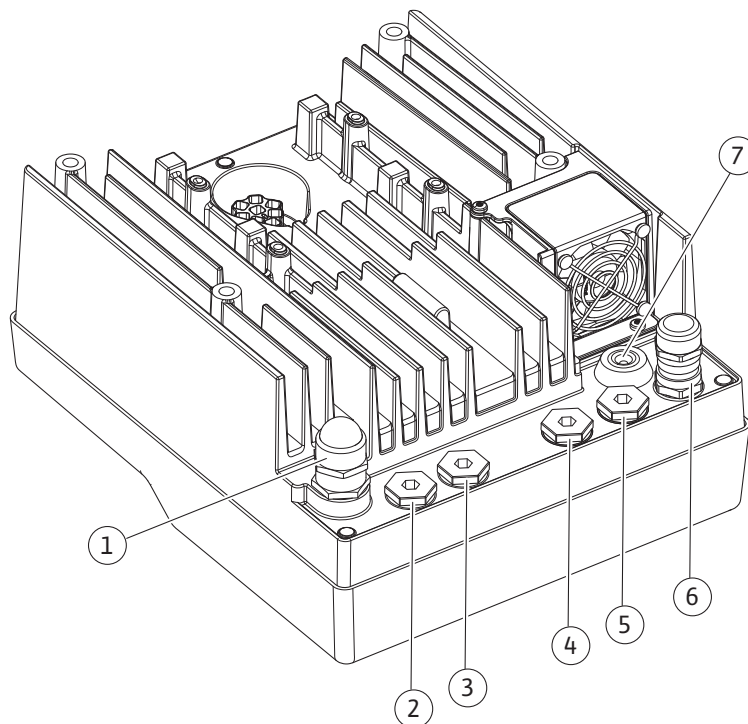

Fig. 10: Dławiki przewodu/Przyłącza kabli
- Moduł CIF w automatyce budynku (komunikacja za pomocą magistrali): Ekran podłącza się do przepustu kablowego na module elektronicznym (Fig. 10).
4. Kabel zasilający należy przeprowadzić przez dławik przewodu M25 (Fig. 10, poz. 1). Dławiki przewodu dokręcić wyznaczonym momentem obrotowym.